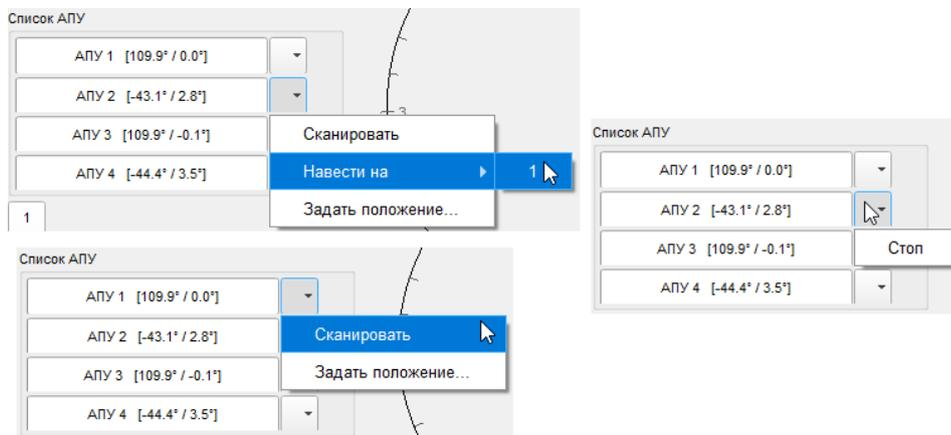

Рис. 87
6.7.5.2. Контекстное меню АПУ зависит от собственного режима сканирования/движения, как показано на рис. 87. Если антенна недоступна для управления, то контекстное меню блокируется.